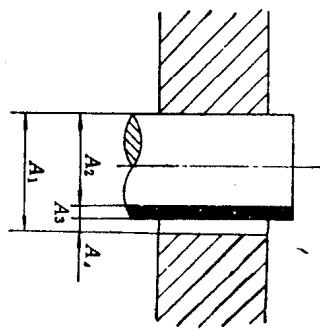

图 10-11
12.* 如图 10-11 所示孔, 轴配合, 其中轴需镀铬, 镀铬前尺寸 $A_2 = \phi 59.74^{\circ}_{-0.06}\text{mm}$, 要求镀铬层厚为 $15 \pm 5\mu\text{m}$; 孔径 $A_1 = \phi 60^{+0.03}_{-0.02}\text{mm}$, 问镀铬后配合时封闭环 A_4 极限尺寸和封闭环公差是多少?